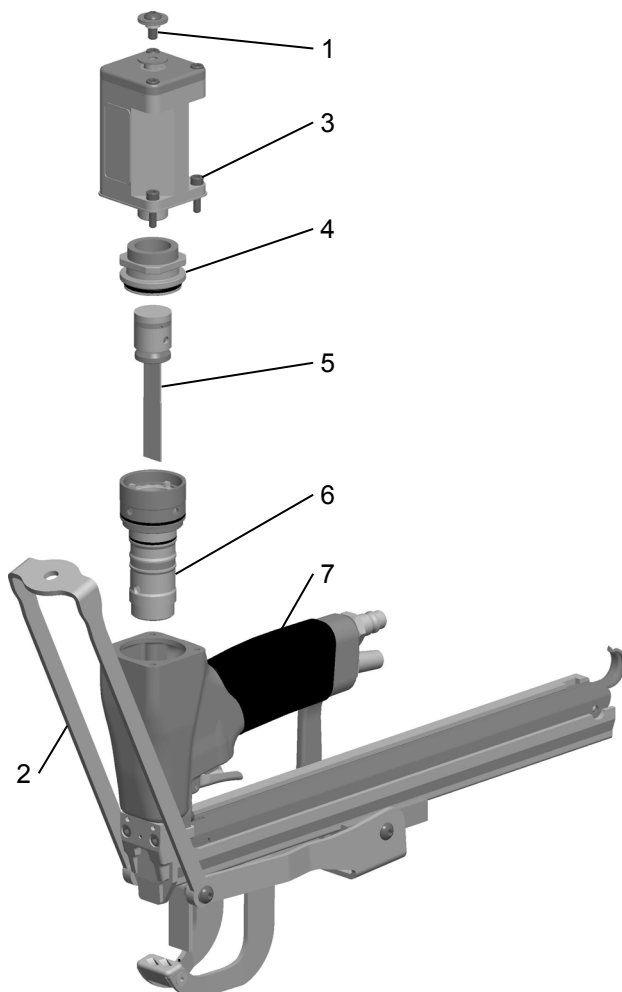

Fig. 7
- Dévisser la vis (Fig. 7/1) et tourner le tirant (7/2) sous le chargeur.